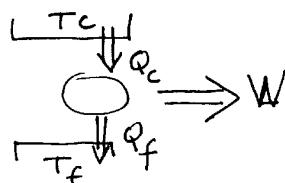

figura 2'
Fino ad ora ci siamo interessati al problema di trasformare energia termica in lavoro meccanico. Il ciclo di Carnot rappresenta un buon esempio. In tale ciclo un calore Q_c viene assorbito dalla sorgente calda e viene convertito in parte in lavoro W e in parte viene restituito sotto forma di calore alla sorgente fredda. In definitiva solo il calore $Q_c - Q_f$ viene convertito in lavoro meccanico (vedi schema in figura 2). In via
- In tale processo, un lavoro W viene fatto dall'esterno in modo da produrre un trasferimento di calore dalla sorgente fredda verso quella più calda in totale contrasto con quanto avviene spontaneamente in natura. Alle fine di tale processo, la sorgente fredda si sarà ulteriormente raffreddata mentre quelle calde si sarà ulteriormente riscaldate. Un processo di questo tipo può essere, quindi, utilizzato sia per riscaldare un ambiente sia per raffreddarlo (condizionatore, frigorifero). Il processo è schematizzato in figura 2''. Proseguendo le figure 2'' con le 2' si vede che sommendo il diverso significato dei parametri Q_c , Q_f , W nei due casi.